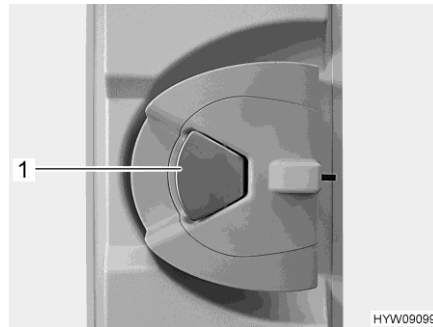

Fig. 17 Serratura della porta (porta di ingresso, lato interno)
- Quando la serratura della porta è bloccata: Tirare una volta la maniglia della porta (Fig. 17,1). La porta è sbloccata.
- Tirare la maniglia della porta (Fig. 17,1). La porta è aperta.
- Premere la maniglia della porta (Fig. 17,1).